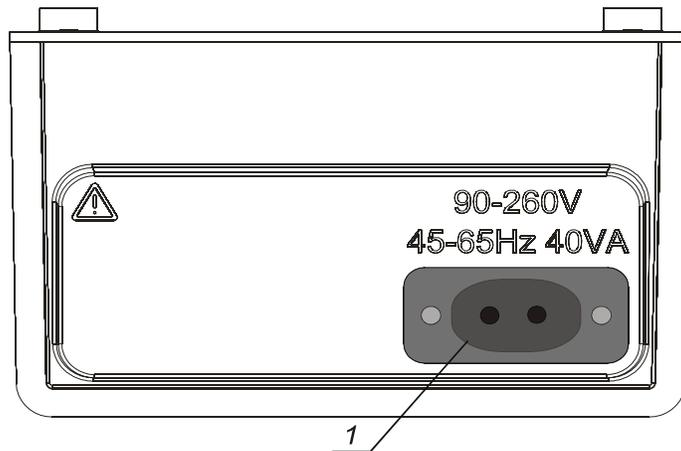

Fig. 4 Connecteur du réseau
- Prises pour le câble d'alimentation du réseau (fig. 4).